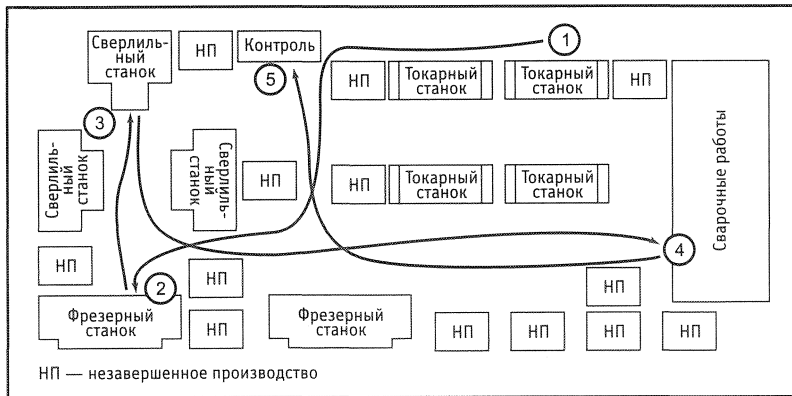

Рис. 3-1. Расположение оборудования согласно однотипным операциям.
На многих предприятиях оборудование сгруппировано по типу операций. Например, все сверлильные станки установлены в одном месте (рис. 3-1). Изделия часто выпускают крупными партиями, что позволяет реже совершать операцию переналадки. Такое расположение оборудования, учитывающее однотипность операций, ведет к нескольким видам потерь.
- **Лишние передвижения.** Многие процессы состоят из нескольких операций, выполняемых на различном оборудовании. Этапы обработки происходят в различных рабочих зонах, поэтому детали приходится транспортировать (см. рис. 3-1). Для перемещения деталей нужно соответствующее оборудование (погрузчики или